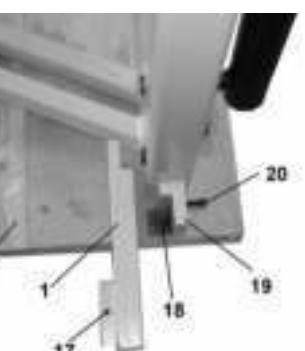

Рис. 5
- 7.5. Установите дополнительные опоры (1) и закрепите их болтами (20) на опоре (19), Рис. 5.